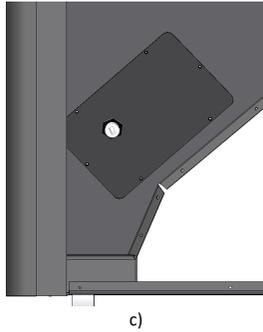

Figura 19 – Colocação do sensor de nível de pellets no silo (instalação do silo à esquerda da caldeira)
- Finalmente, poderá montar as duas peças na zona inferior do silo. Colocando a peça com o sensor do lado direito do silo e a peça sem sensor do lado esquerdo. O sensor deverá ser colocado como indicado na Figura 19-c.